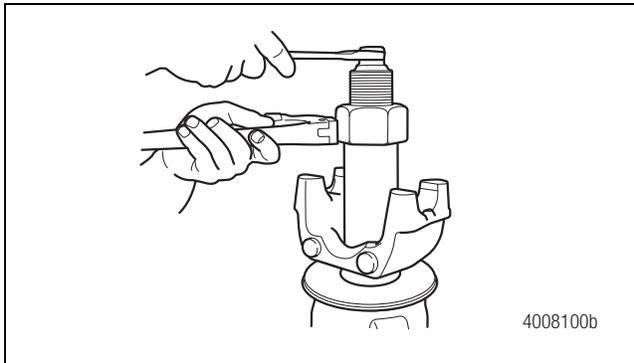

Figure 5.37
3. Utiliser une presse et un manchon ou une broche mandrin spécialement conçue pour les chapes ou brides (ensemble MST-YT113 pour les modèles 113 et 120 ou ensemble MST-YT114 pour tous les autres modèles) pour installer la chape. Ne pas utiliser l'écrou pour tirer sur la chape. Pour obtenir les ensembles mentionnés, veuillez consulter les pages présentant les notes de service (intérieur de la couverture avant), Figure 5.37.